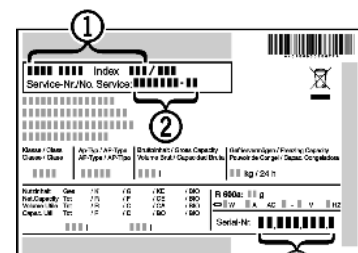

Fig. 46
- ▶ Считать обозначение устройства Fig. 46 (1), сервисный номер Fig. 46 (2) и серийный номер Fig. 46 (3) с заводской таблички. Заводская табличка находится внутри устройства слева.